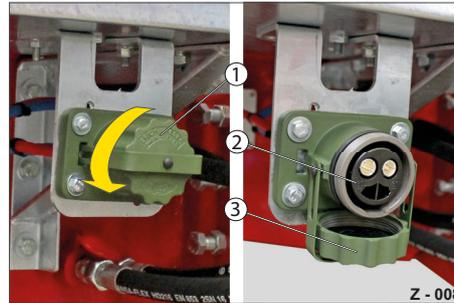

Abb. 8 24 V Stromversorgung
- ▶ Schrauben Sie die Verschlusskappe (Abb. 8/3) ab.